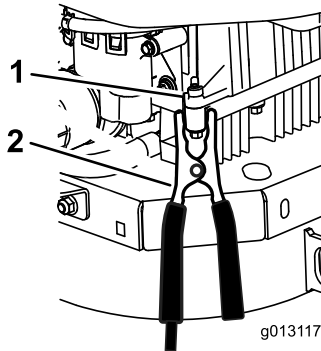

Figure 59
6. Faites la dernière connexion sur le bloc moteur du véhicule en panne (pas à la borne négative de la batterie) loin de la batterie et reculez-vous (Figure 59).